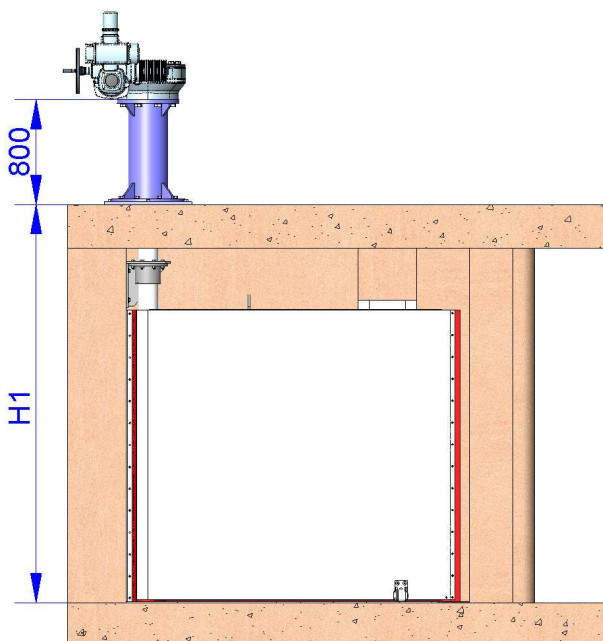

Abb. 7
- Die Standard-Bediensäule hat eine Höhe von 800 mm (Abb. 7).